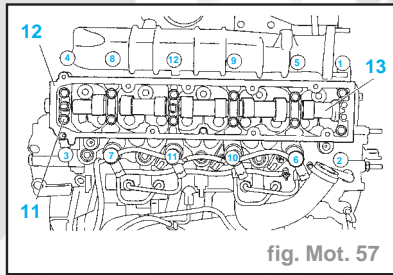

fig. Mot. 57
- Attention :** Procéder vis par vis et dans l'ordre indiqué (fig. Mot. 57).
- Desserrer les 10 vis (11) (ordre de 1 à 10).
- le carter chapeaux de paliers d'arbre à cames (12)
- l'arbre à cames (13)